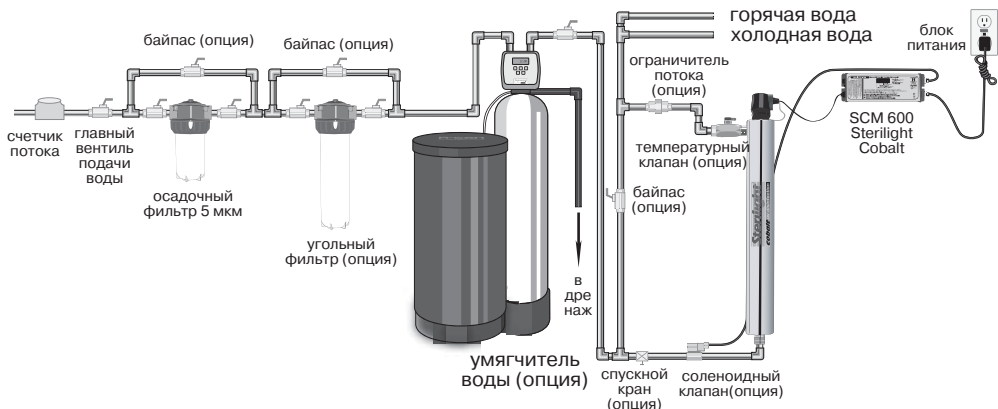

Рис. 1
1. На **рис. 1** показана типичная установка системы дезинфекции и дополнительных принадлежностей. Устройство байпасной линии рекомендуется в случае, если система требует отключения при обслуживании. Следует иметь